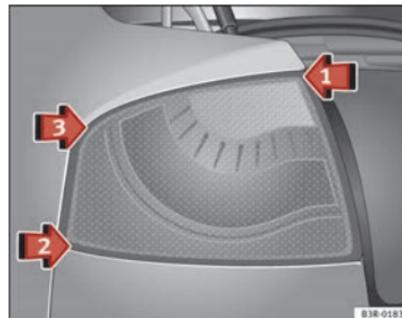
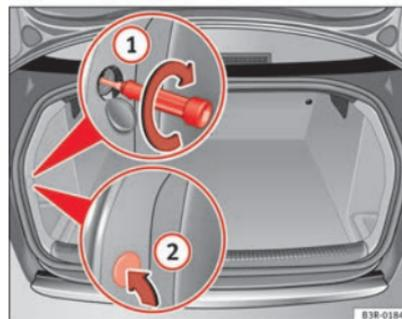

Fig. 215 Montar la unidad de luz trasera
Fig. 216 Maletero: Posición del tornillo de fijación para la unidad de luz trasera
- Coloque la unidad de luz trasera primero en ⇒ fig. 215 flecha ① en el alojamiento.
- Presione ligeramente la unidad de luz trasera, primero por el punto ② y luego por el punto ③ contra el alojamiento, hasta que los clips asienten firmemente en los cojinetes de goma.
- Ejercer una ligera presión sobre la parte superior de la unidad de luz trasera y fijela con un destornillador desde el maletero → fig. 216 ①.
- Vuelva a colocar en su lugar la cubierta del revestimiento interior ②.